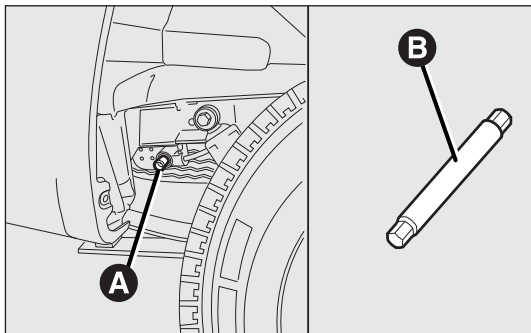
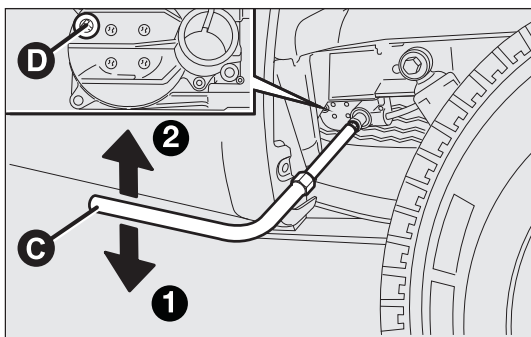

fig. 161
fig. 162
- För att komma åt fordonets högra bakre hjulhus, skruva på manöverskruv A-fig. 161 på reservhjulets fasthållningsanordning med hjälp av den medlevererade nyckeln och dess förlängning B.
- ❑ Vrid nyckeln C-fig. 162 moturs ett varv för att sänka ned reservhjulet.
- Sätt den medlevererade nyckeln C-fig. 162 försedd med en särskild förlängning B-fig. 161 på skruven A-fig. 161 på manöveranordningen för reservhjulets säte. Vrid nyckeln medurs (2) för att kunna höja reservhjulet tills det hamnar i sitt säte under vagnsgolvet och kontrollera att markeringen för korrekt fastsättning D-fig. 162 visas i fönstret som sitter på anordningen.